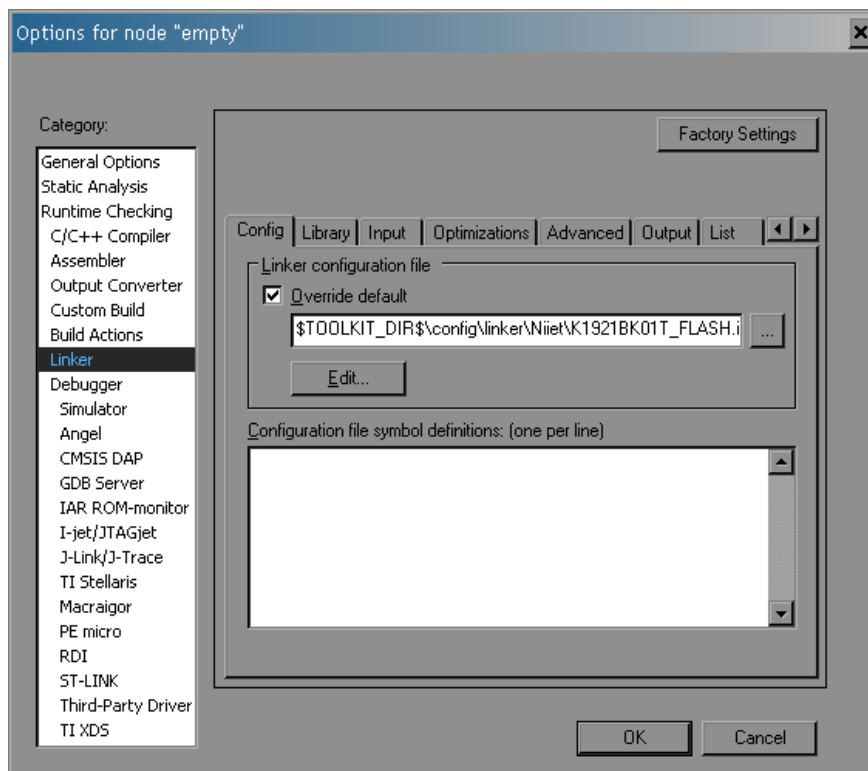

Рисунок 3.2 – Окно настроек проекта. Настройки Linker
4. Во вкладке Linker->Config задайте icf-файл. Содержимое этого файла зависит от того, загружается ли программа во Flash либо в RAM. После выбора микроконтроллера данный параметр автоматически настраивается на загрузку программы во Flash (указан файл: «\$TOOLKIT_DIR\$\config\linker\Niiet\K1921BK01T_FLASH.icf»). Если необходима загрузка программы в RAM – необходимо вручную указать путь: «\$TOOLKIT_DIR\$\config\linker\Niiet\K1921BK01T_RAM.icf» (рисунок 3.2)